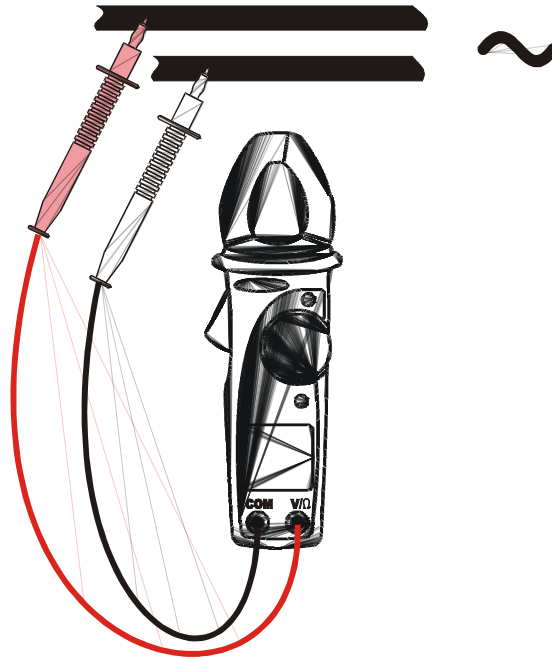

Fig. 4: Utilização da pinça na medição de tensões CA
2. Inserir o cabo vermelho no terminal de entrada V/Ω e o cabo preto no terminal de entrada COM, conforme é mostrado na Fig. 4.